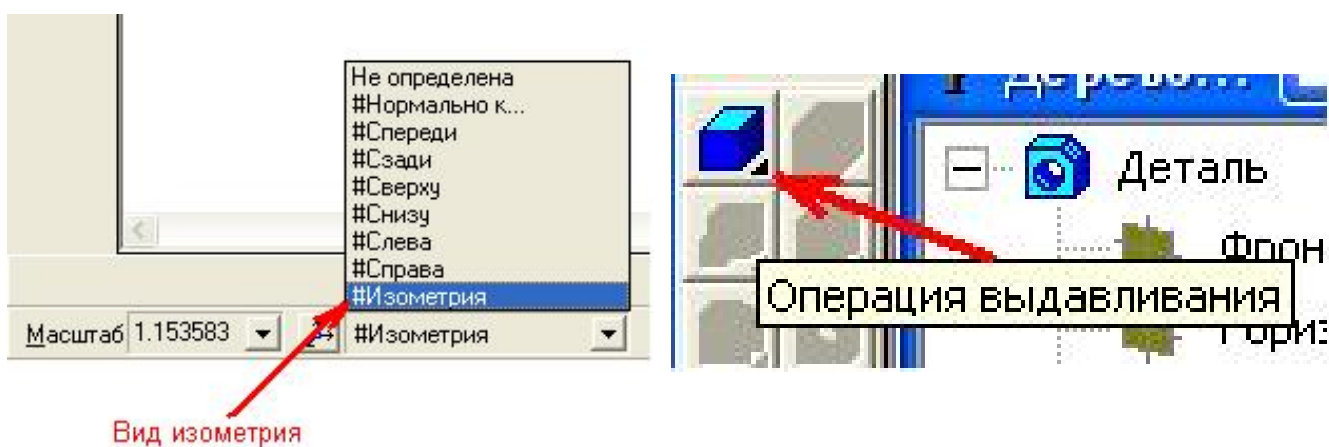

Рис.5
5. Выбрать вид Изометрия из списка стандартных ориентаций в Строке текущего состояния. На Инструментальной панели ЛКМ нажать на кнопку «Операция выдавливания» (Рис.5).